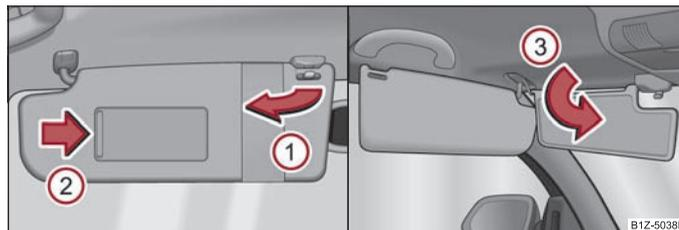

Fig. 48 Pare-soleil: Basculer / double pare-soleil
Vous pouvez sortir du support le pare-soleil pour le conducteur resp. le passager AV et le faire pivoter vers la porte dans le sens de la flèche ① ⇒ fig. 48.